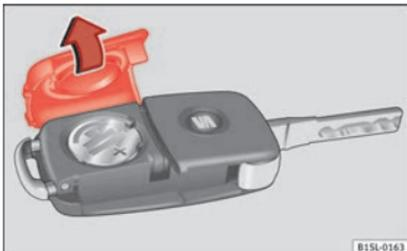

Abb. 30 Fahrzeugschlüssel: Deckel für Batteriefach.
- Abdeckung auf der Rückseite des Fahrzeugschlüssels » Abb. 30 in Pfeilrichtung abnehmen » ⚠.
- Abdeckung wie gezeigt ansetzen » Abb. 30 und entgegen der Pfeilrichtung auf das Fahrzeugschlüsselgehäuse drücken bis sie einrastet.